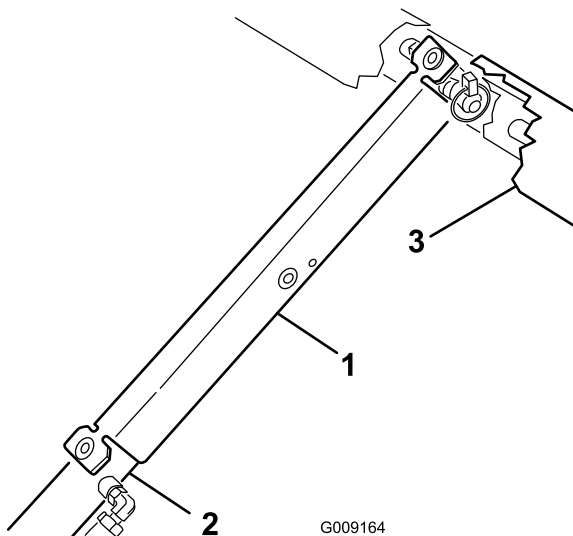

Figura 41
3. Introduza o apoio da plataforma na haste do cilindro, assegurando que as linguetas encostam à extremidade do cilindro e à extremidade da haste do cilindro (Figura 41).